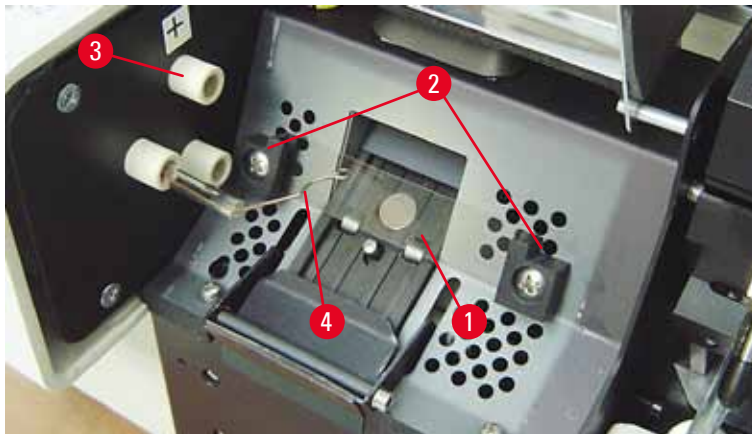

Fig. 17
5. Assicurarsi che la linguetta di contatto (→ "Fig. 16-2") venga rimossa dal filo di accensione (→ "Fig. 17-4") della lampadina (vedere anche (→ "Fig. 17") e (→ "Fig. 18-1"))).